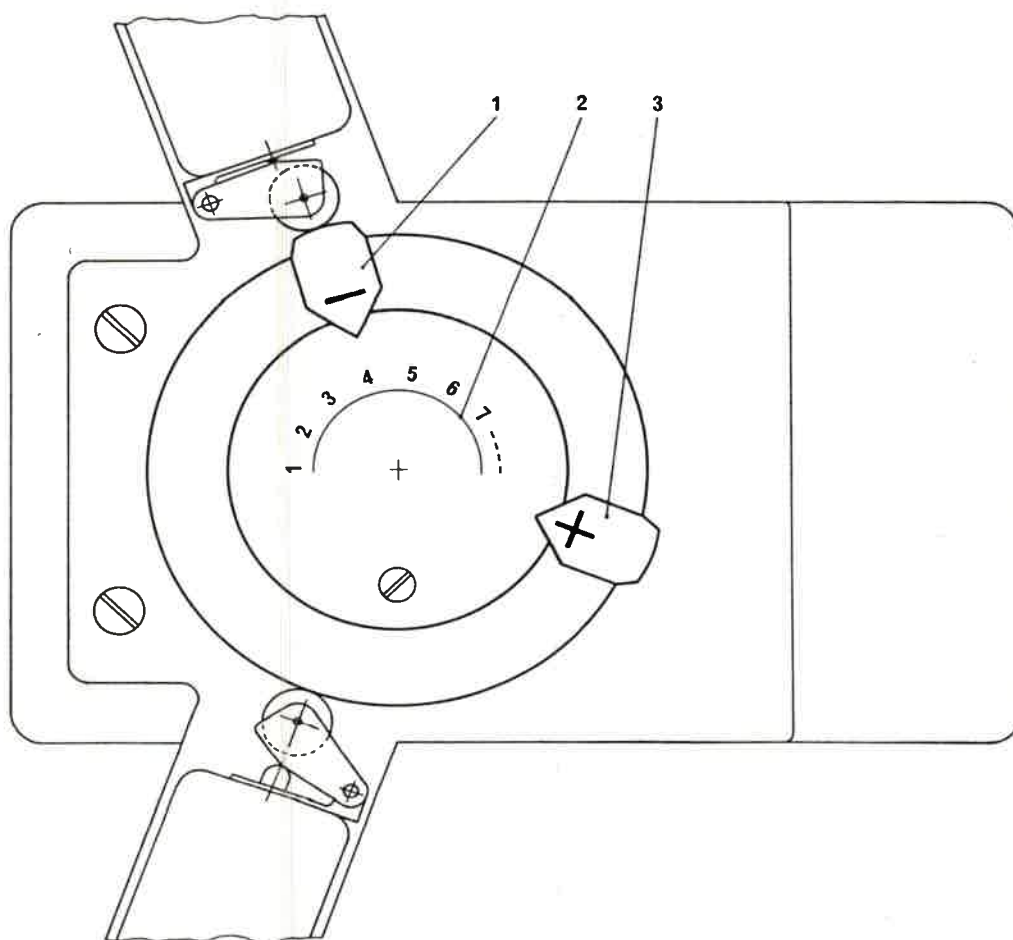

Bild 256
2. Befestigungsschraube des Reiters „Drehzahl min.“ (Bild 256/1) lösen, Reiter in der Führung verschieben und an einer höheren Kennziffer (Bild 256/2) wieder festschrauben.
3. Befestigungsschraube des Reiters „Drehzahl max.“ (Bild 256/3) lösen, Reiter in der Führung verschieben und an einer kleineren Kennziffer festschrauben.